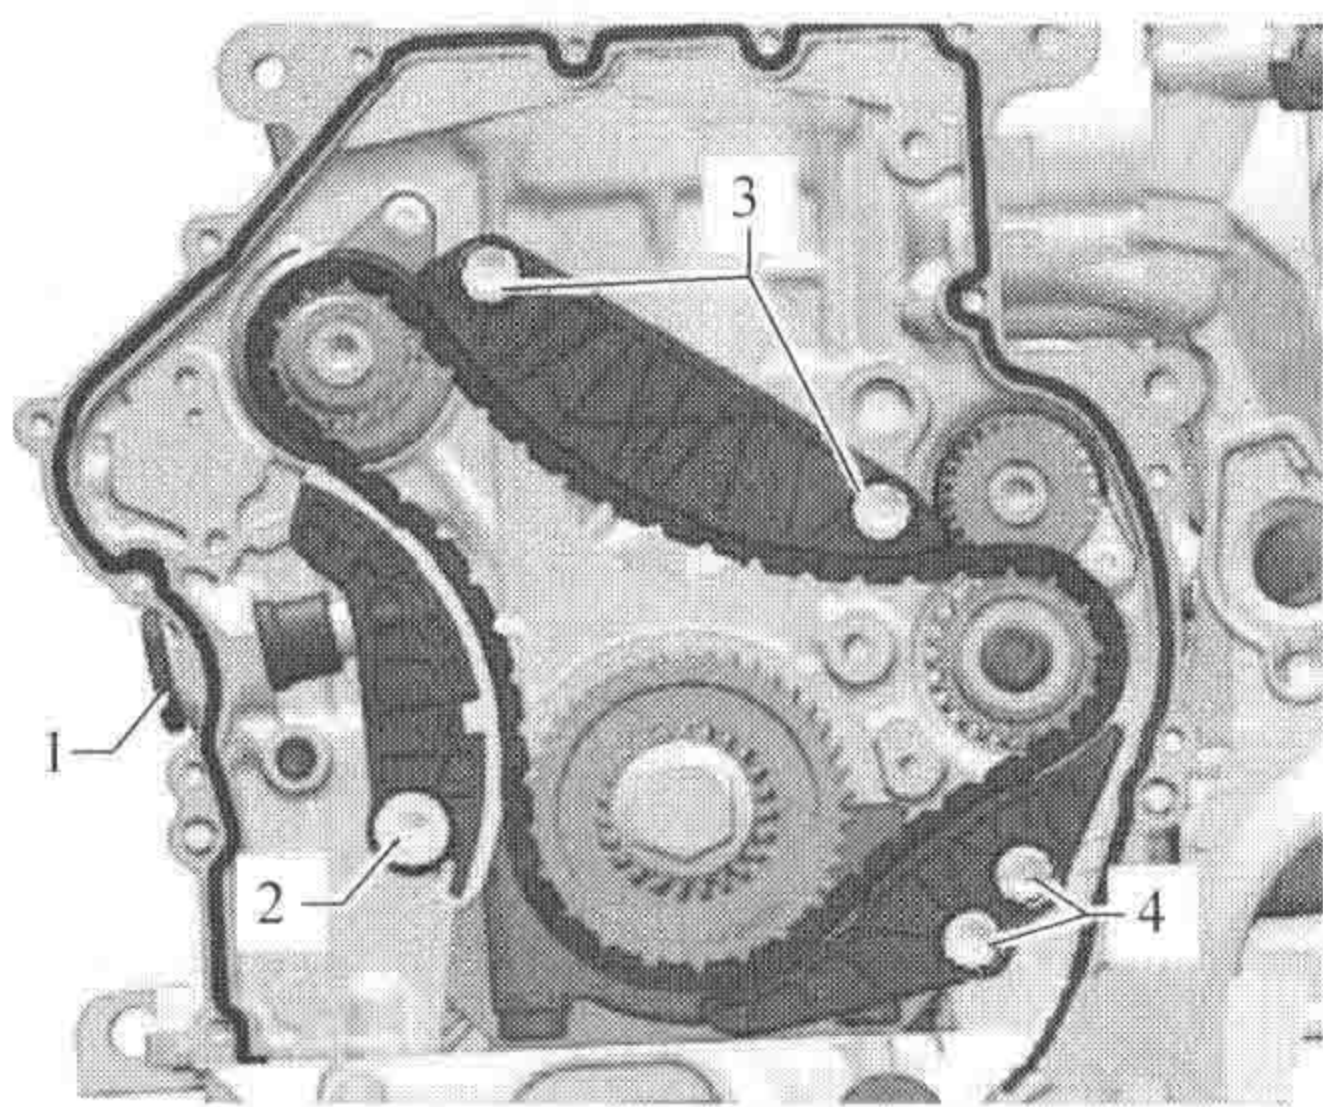

图 1-1-7
(8) 拆卸正时链张紧轨和凸轮轴正时链滑轨，取下凸轮轴正时链条。
(9) 如图 1-1-7 所示，拆卸平衡轴正时链的链条张紧器 1、张紧轨 2、滑轨 3 和滑轨 4，取下平衡轴正时链条。
(3) 如图 1-1-7 所示，安装正时链滑轨 4 并拧紧螺栓。
(4) 如图 1-1-7 所示，安装正时链滑轨 3 并拧紧螺栓。
(5) 如图 1-1-7 所示，安装正时链张紧轨 2 并拧紧螺栓。
(6) 涂防松剂后安装正时链的链条张紧器 1（图 1-1-7）。